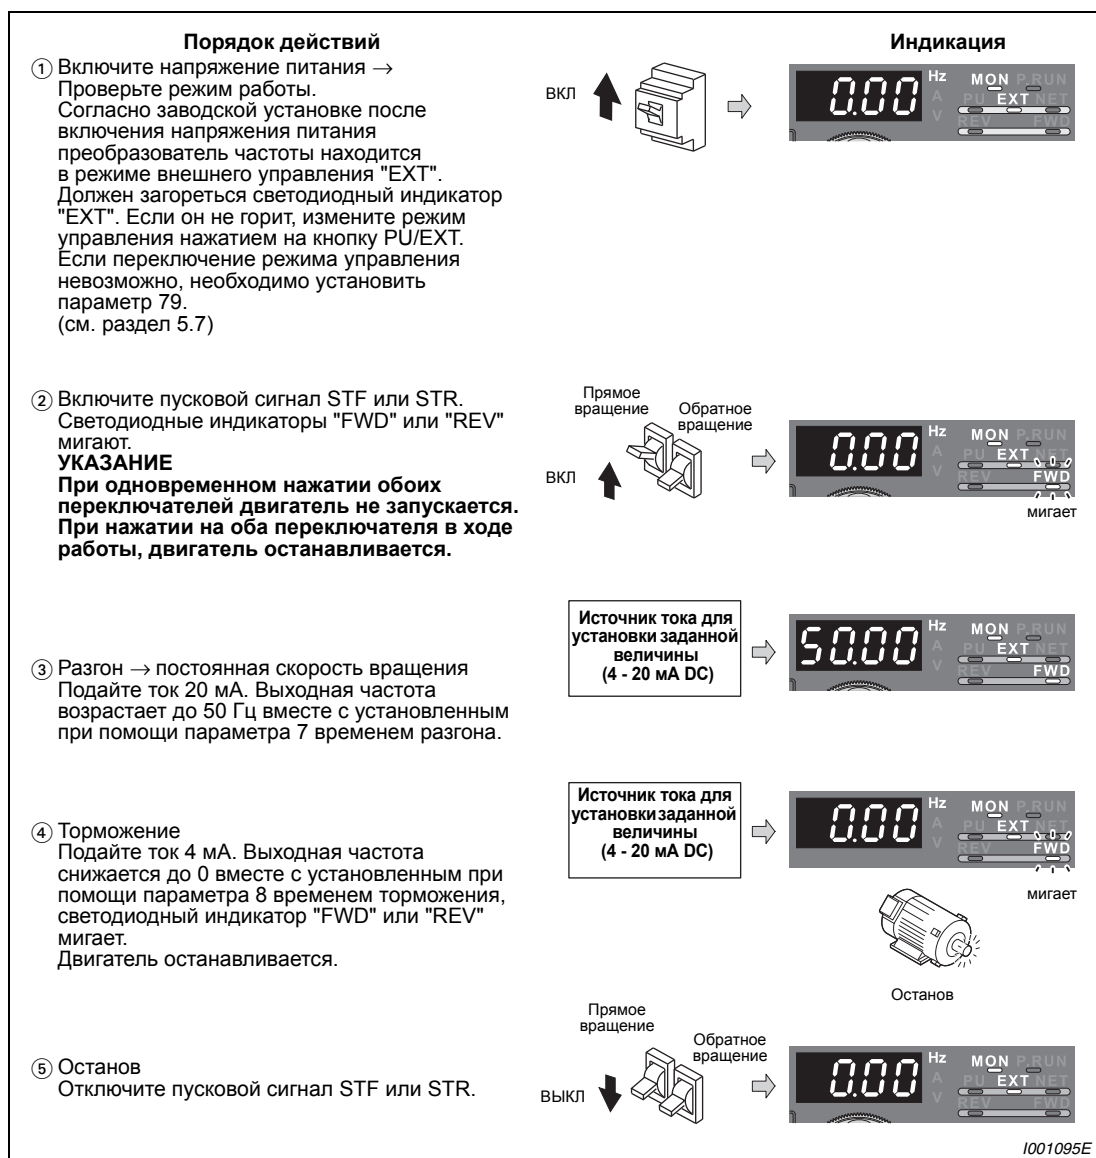

Рис. 4-28: Работа преобразователя частоты при аналоговой установке заданной величины тока
| ⑥ Включите пусковой сигнал STF или STR и подайте ток 20 мА. (см. Рис. 4-28 шаги ② - ⑤). | |